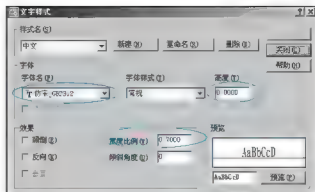

图 3.7 中文字体样式的设置
(3) 如图 3.7 所示, 将字体名改为“T 仿宋_GB2312”, 宽度比例改为“0.7”, 高度为“0”, 然后单击【应用】按钮, 使设置有效后再单击【关闭】按钮关闭对话框。